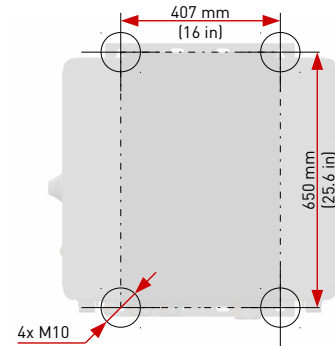

Fig. 8: Montageabmessungen
- 1. Montageschienen anhand der Abbildung 8 montieren. Dabei darauf achten, dass die ConnectionBox einen Winkel von mindestens 10° aufweist.